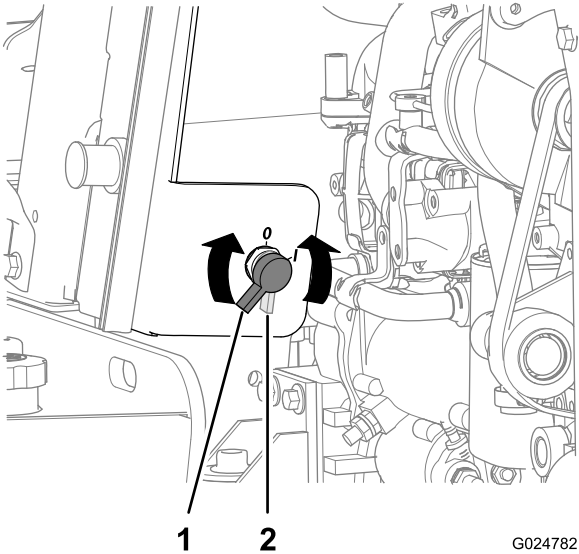

Figura 80
2. Conecte o cabo positivo do carregador ao terminal positivo da bateria (Figura 80).
2. Gire o interruptor de desconexão da bateria no sentido anti-horário para a posição Off (Figura 80).
8. Gire o interruptor de desconexão da bateria no sentido horário para a posição On (Figura 80).